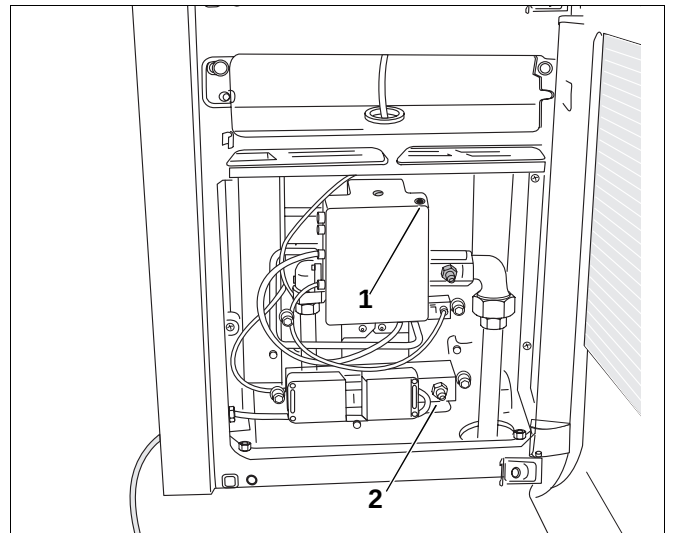

Abb. 35 Entstörknopf/Prüfnippel für Düsendruck
- Schraube im Prüfnippel für Düsendruck ca. eine Umdrehung herausdrehen (Abb. 35, **Pos. 2**).
- Drehen Sie die Verschlusschraube des Prüfnippels für Düsendruck (Abb. 35, **Pos. 2**) wieder ein.